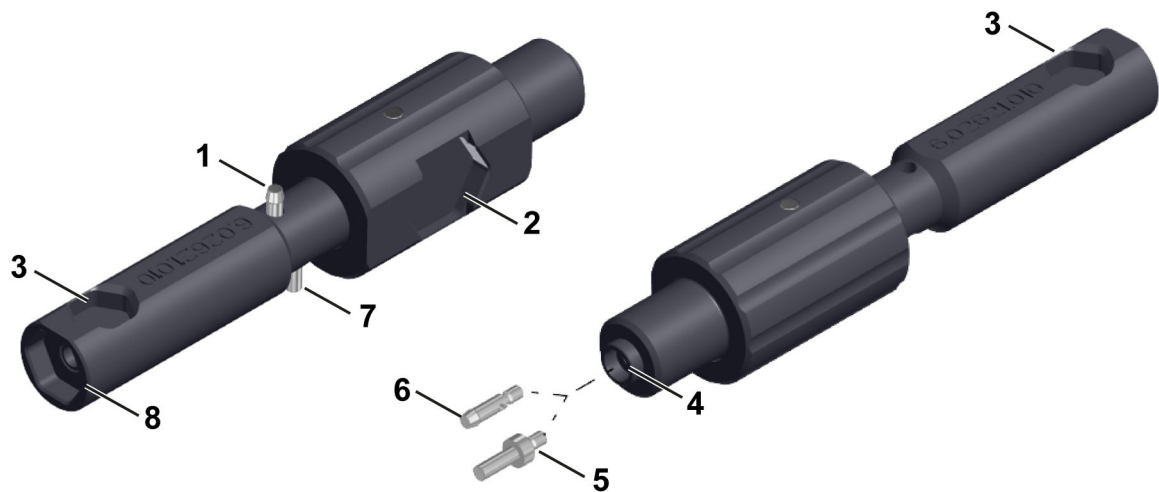

图 202 多功能工具
- 多功能工具（6.02621.010）（参见图 202，第 336 页）
- 多功能工具 (6.02621.010) (参见图 202, 第 336 页)
- 多功能工具 (6.02621.010) *(参见图 202, 第 336 页)*